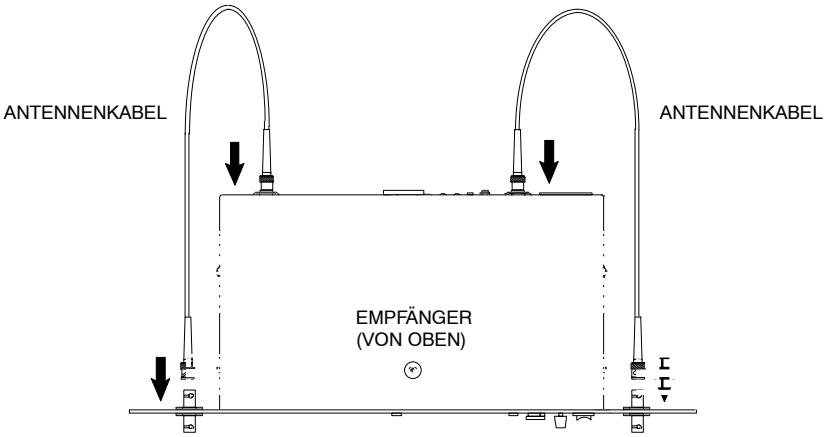

ABBILDUNG 7
2. Mitgelieferte Antennenkabel an den Empfänger und die Trennwandadapter anschließen (Abbildung 7).